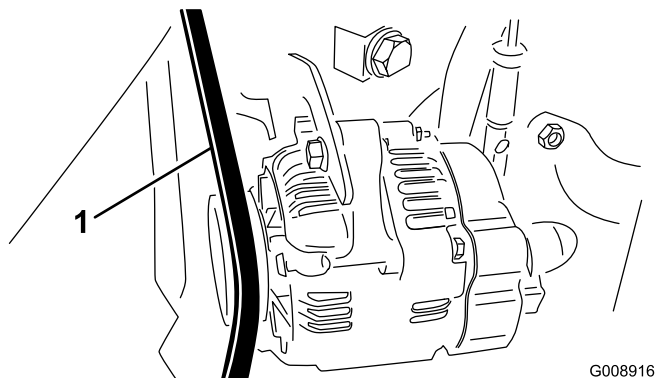

Bild 69
2. Prüfen Sie die Spannung, indem Sie eine Kraft von 10 kg (30 Nm) auf halber Entfernung zwischen der Lichtmaschine und den Kurbelwellenscheiben ansetzen (Bild 69).